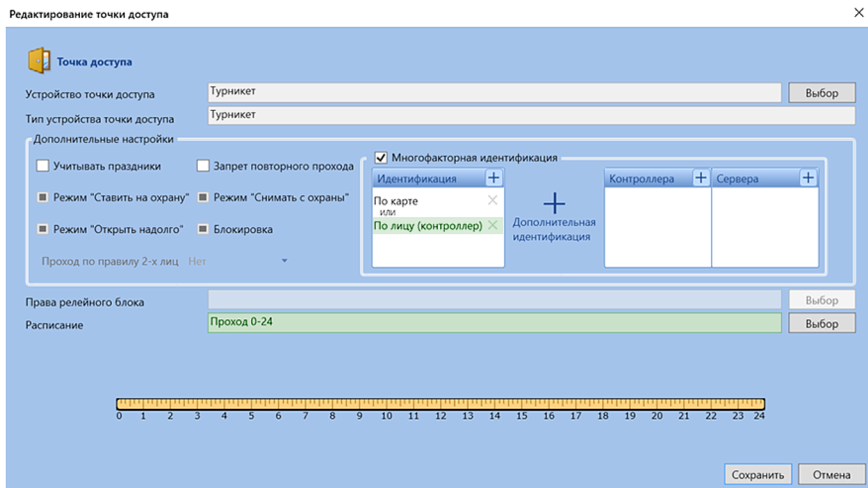

Рис. 18. Настройки уровня доступа для режима «Карта или лицо»
3. Для режима «Карта ИЛИ лицо», добавьте в раздел «Идентификация» – «По лицу (контроллер)» (рис. 18), а для режима «Карта И лицо» добавьте в в раздел «Контроллер» – «По лицу» (рис. 19).